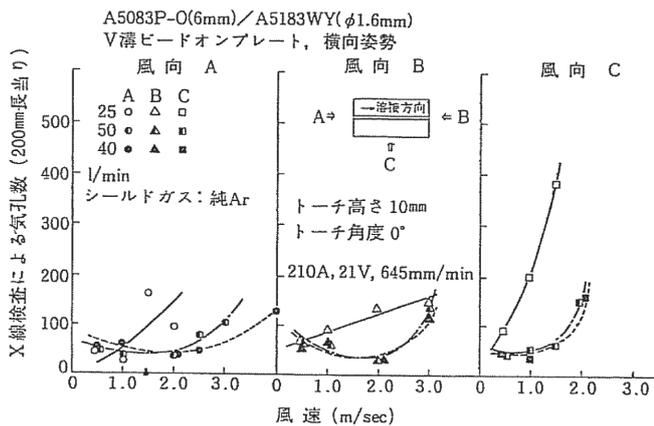
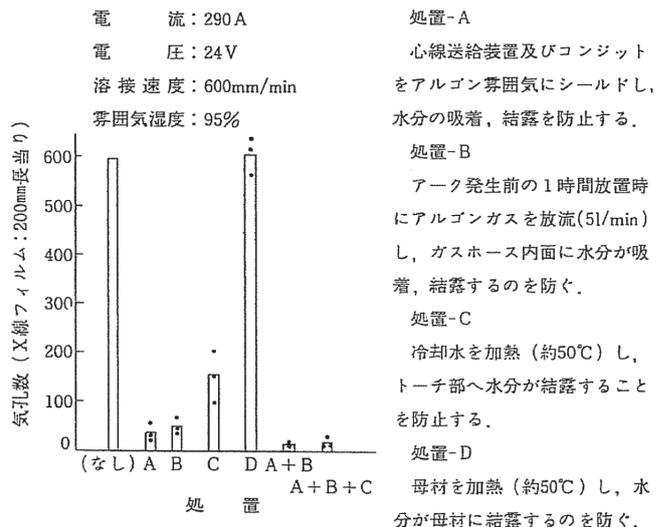

Fig. 2 風速、風向と気孔数の関係 (ガス流量を増加した場合)
Fig. 3 高湿度域における気孔防止対策
②の作業環境に関しては、風速、風向に注意が必要であり、Fig. 2には「風速、風向と気孔数の関係 (ガス流量を増加した場合)」²⁾を示していますが、屋内に設備排気がある場合や屋外作業等では状況に応じ防風処置が必要になってきます。また、湿度に関してはプリフローが効果的であり、その設定については、Fig. 3の「高湿度域における気孔防止対策」²⁾を参考にするとよいでしょう。